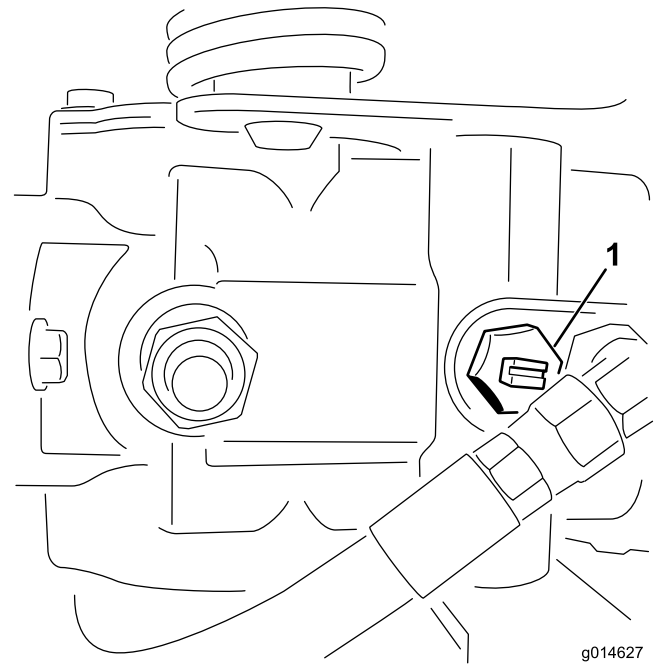

Figure 25
2. Avant de mettre le moteur en marche, fermez la vanne de dérivation (fente horizontale) (Figure 25).
1. Localisez la vanne de dérivation sur la pompe et tournez-la jusqu'à ce que la fente soit verticale (Figure 25).